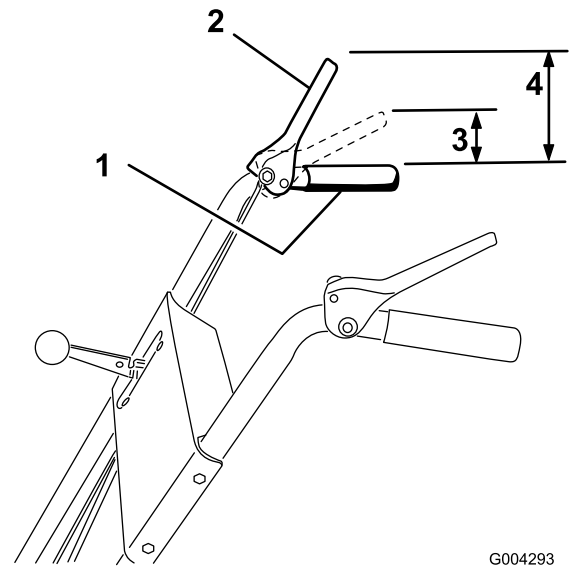

Figure 9
3. Vérifiez la distance entre le haut de la poignée et le bas de la manette de commande de vis sans fin/turbine (Figure 9).
Remarque: La résistance augmente de manière perceptible lorsque la courroie d'entraînement de la vis sans fin/turbine se tend (à peu près à mi-course de la manette). Le réglage est correct quand la résistance commence à augmenter et que 3 à 5 cm séparent le haut de la poignée et le bas de la manette de commande de la vis sans fin/turbine comme illustré à la Figure 9.